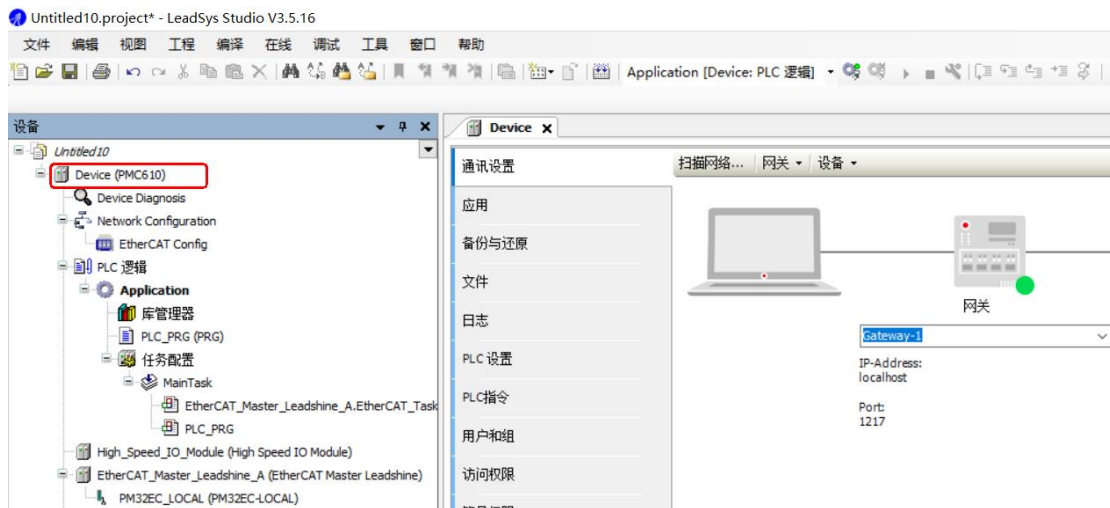

图 14.5 确定 PLC 型号
a) 新建或打开一个工程，型号与实际连接的 PLC 型号一致，如图 14.5 所示；